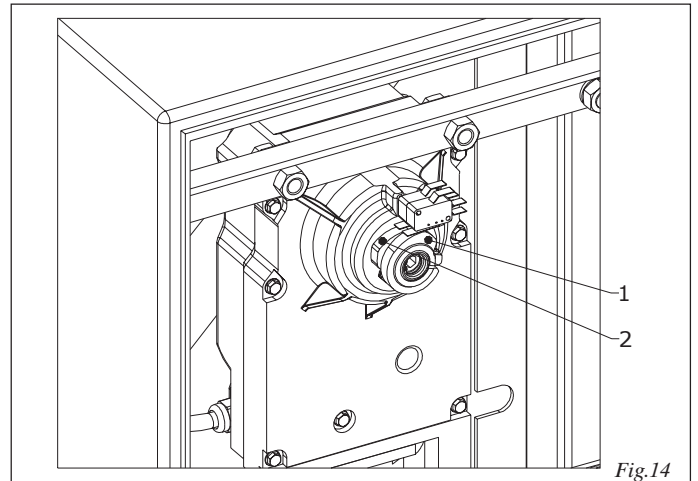

Fig.14
- régler les cames d'actionnement, fig.14 réf.1 et 2, des micro-interrupteurs de fin de course de façon à ce qu'ils soient actionnés avec la lisse en position d'ouverture ou de fermeture un court instant avant l'arrêt mécanique respectif.